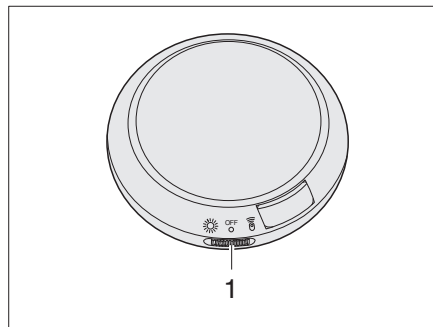

Bild 109 Leuchte im Aufstelldach
- Schalter (Bild 109,1) nach links schieben.
- Schalter (Bild 109,1) in die Mitte schieben.
- Schalter (Bild 109,1) nach rechts schieben.